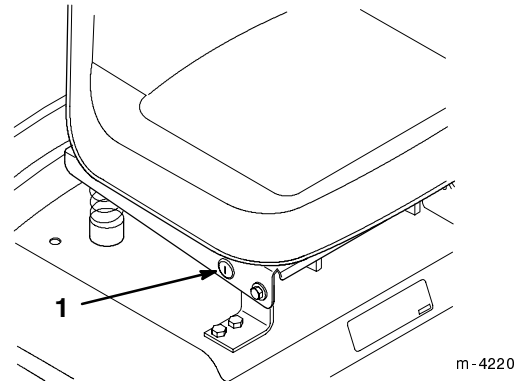

Bild 7
Wenn Sie im Rückwärtsgang den Zapfwellenantrieb benötigen, können Sie diesen Sicherheitsschalter mit Hilfe des Schlüsselschalters beim Sitzbügel deaktivieren (Bild 7).
2. Stecken Sie den Schlüsselschalter in sein Schloss (Bild 7).